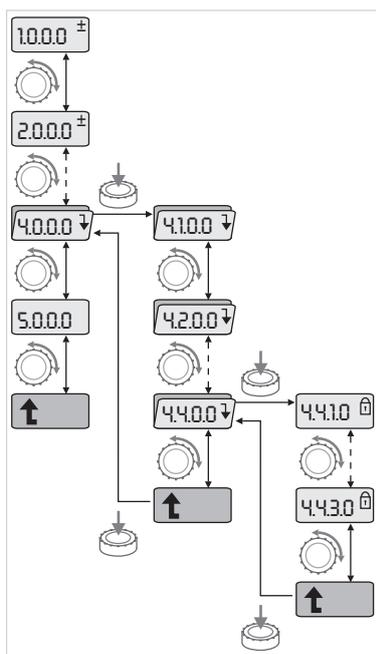

Fig. 41: Esempio di navigazione
- Effettuare la navigazione generale nel menu come segue (secondo l'esempio nella fig. 41):